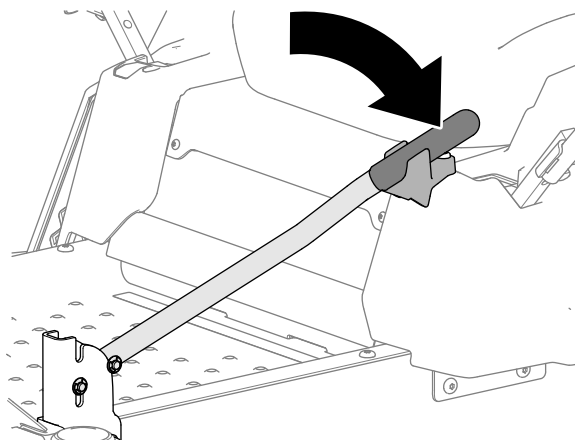

Figura 12
2. Mueva el asidero hacia atrás del todo como se muestra en la Figura 12.